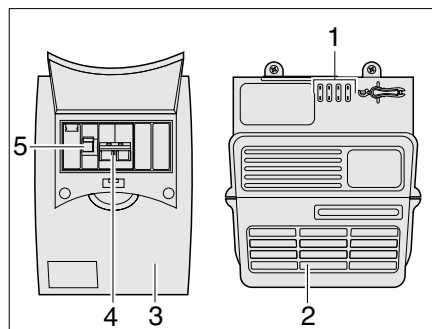

Bild 92 Netzgerät und Sicherungsautomat
Der 230-V-Sicherungskasten (Bild 92,3) ist neben dem Netzgerät (Bild 92,2) montiert.
Im Sicherungskasten (Bild 92) befindet sich die Hauptsicherung (Bild 92,4) und ein Fehlerstrom-Schutzschalter (Bild 92,5).
Der Fehlerstrom-Schutzschalter (Bild 92,5) misst den Stromfluss von der Strom Hin- und Rückleitung. Besteht zwischen beiden Leitungen ein Gleichgewicht, wird der Fehlerstrom-Schutzschalter nicht aktiv. Kommt es zu einer Differenz zwischen den Leitungen, unterbricht der Schalter den Stromfluss sofort. Dadurch verhindert er gefährliche Stromunfälle.
- Hauptschalter (Bild 92,4) nach oben auf Stellung "ON" drücken.
- Fehlerstrom-Schutzschalter (Bild 92,5) nach oben auf Stellung "ON" drücken.